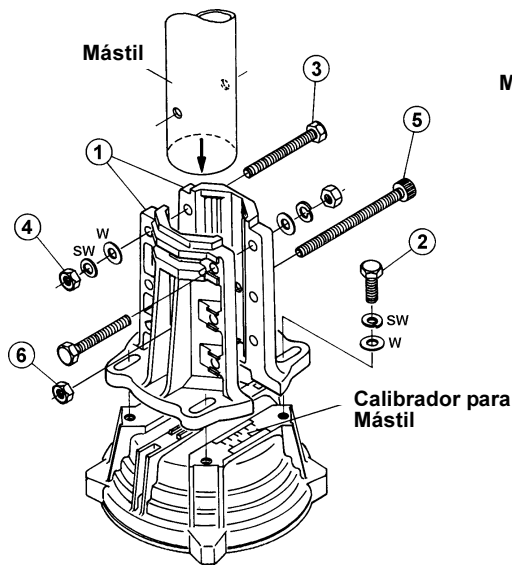

Figura 13
4. Ajuste parcialmente la abrazadera del mástil ① a la columna del rotador utilizando los pernos M8 x 30 ②, las arandelas planas y de presión que se suministran con el equipo (ver figura 13).
5. Con un "poste grúa" o cualquier otra portapieza de izar, inserte el mástil de antena por la parte de arriba a través del cojinete y colóquelo entre las abrazaderas del rotador, ajuste posteriormente dichas abrazaderas en forma parcial utilizando la arandela de presión y los pernos M8 x 70 ③ que se suministran con el equipo.
6. Introduzca el tornillo M8 x 95 ⑤ que trae el dispositivo a través de las abrazaderas para mástil y del mástil propiamente tal, luego fíjelo en forma parcial utilizando la tuerca cuadrada que también se suministra con dicho equipo.